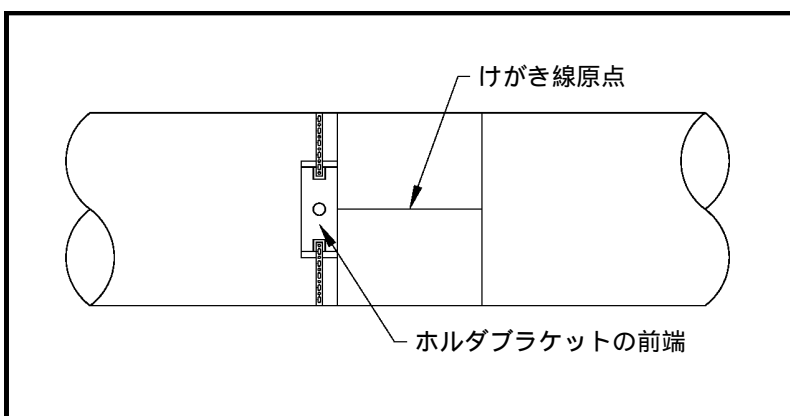
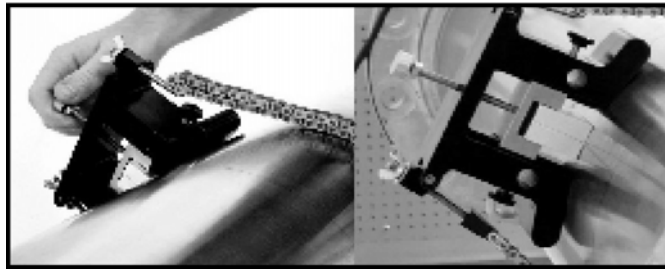

図 33: 最初のブラケットの整列
図 34:CFG-PI ホルダブラケットの配置
3. CFG-PI ホルダブラケットの一方の端を原点スクライブラインに合わせ、チェーンまたはストラップを完全に締めます(下記の図 33 および図 34 を参照)。
4. トランスデューサダミーブロックを取り付けて、円周方向および軸方向の位置を確認します。ブロック上の指示線をスクライブされたマーク(下記の図 34 を参照)の中心に合わせます。